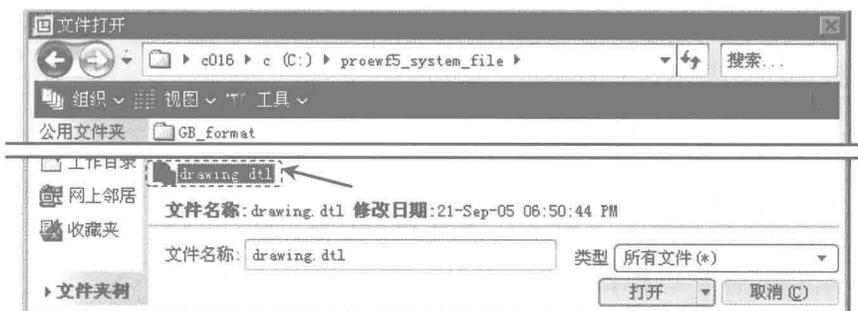

图 1.5.3 “文件打开”对话框
③ 在图 1.5.3 所示的“文件打开”对话框中选取 C:\proewf5_system_file 目录中的文件 drawing.dtl, 单击该对话框中的  按钮。
④ 单击“选项”对话框右边的  按钮。